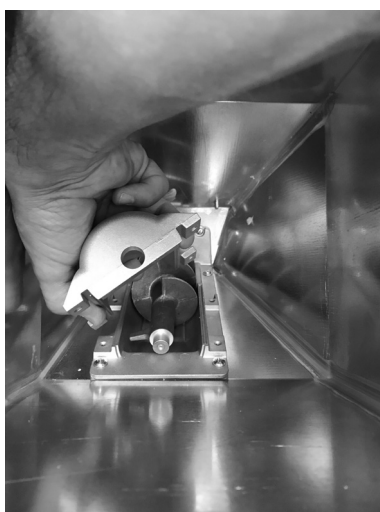

Fig. 28 - Remoção do casco
- Remover o casco (ver **Fig. 28**).